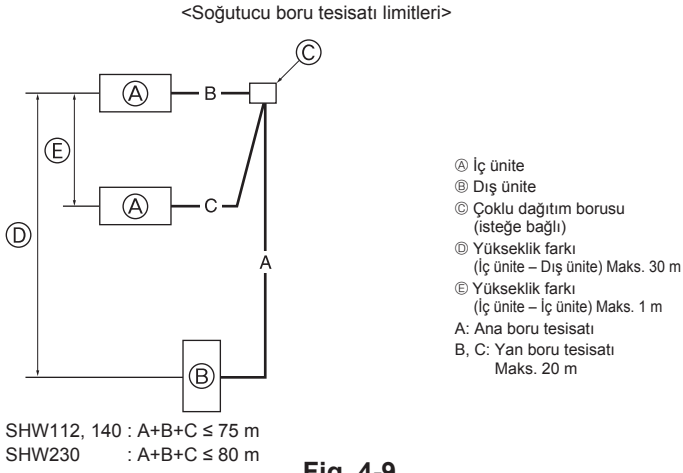

Fig. 4-9
4.7. Çiftli/üçlü/dörtlü kombinasyon için (Fig. 4-9) (sadece klimalar için)